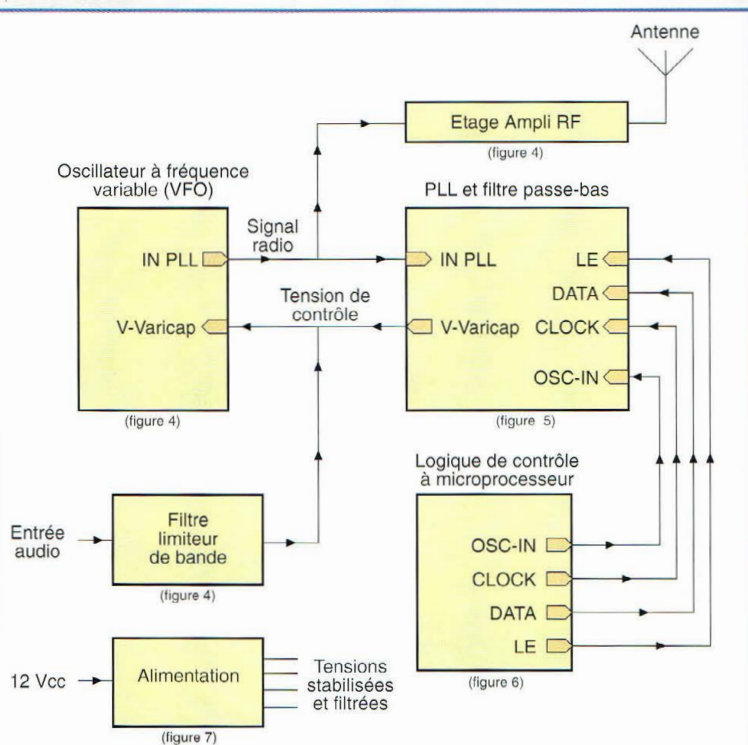

Fig.3 Schéma synoptique du montage.
Voici le schéma synoptique général concernant les deux versions du montage (TX à bande large MK3340 et TX à bande étroite MK3335) reporté en fig.3 qui comporte la représentation des six sous-ensembles. Le signal radio destiné à la transmission trouve son origine dans le module Oscillateur à fréquence variable (VFO). La sortie du VFO est suivie par l'étage ampli RadioFréquence (RF), soit l'amplificateur qui fournit l'énergie à l'antenne, et au module PLL/filtre passe-bas, assurant le maintien de la fréquence à une valeur stable par une action directe sur la tension de la diode Varicap, une diode à capacité variable permettant de faire varier la fréquence de l'oscillateur (VFO). Le PLL reçoit également le signal audio à transmettre conditionnée dans le filtre limiteur de bande comportant la commande annexe du niveau de modulation. Le bloc logique de contrôle à microprocesseur, gère tous les paramètres de travail du système et permet le choix et la mémorisation des fréquences via un clavier, avec présentation directe de la valeur en MHz sur l'afficheur alphanumérique à cristaux liquides. Le circuit d'alimentation élabore et distribue les tensions nécessaires à partir d'une tension externe de 12 volts courant continu. Les notes entre parenthèses mentionnées sous les différents modules renvoient aux figures qui comportent des détails supplémentaires.